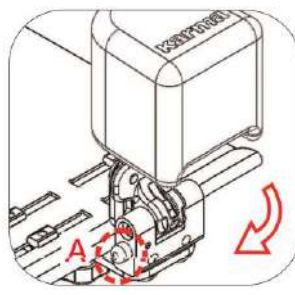

Figura 5-138
- Presionando el pulsador A, el pommel puede abatirse hacia afuera. (Figura 5-138).